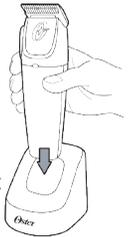

Abbildung 1
- Vergewissern Sie sich, dass sich der Schalter des Geräts in der Position „AUS“ (0) befindet.
- Stellen Sie den Trimmer in die Ladestation, sodass die Oberseite des Geräts in Ihre Richtung deutet und die Kontakte des Trimmers an den Kontakten der Ladestation ausgerichtet sind. Die Oberseite des Geräts ist die Seite mit dem Schalter (Abb. 1).